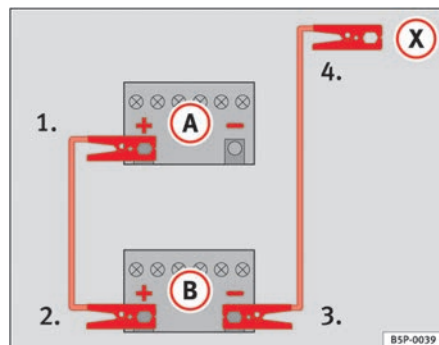

Abb. 202 Schema für das Anklemmen der Starthilfekabel
In der ⇒ Abb. 202 ist (A) die entladene Batterie und (B) die stromgebende Batterie.
1. Klemmen Sie ein Ende des roten Starthilfekabels an den Pluspol ⇒ Abb. 202 (+) des Fahrzeugs mit der entladene Batterie ⇒ !.
4. Klemmen Sie das andere Ende des schwarzen Starthilfekabels (X) beim Fahrzeug mit der entladene Batterie an ein massives, fest mit dem Motorblock verschraubtes Metallteil oder an den Motorblock selbst an, jedoch nicht in der Nähe der Batterie ⇒ !.